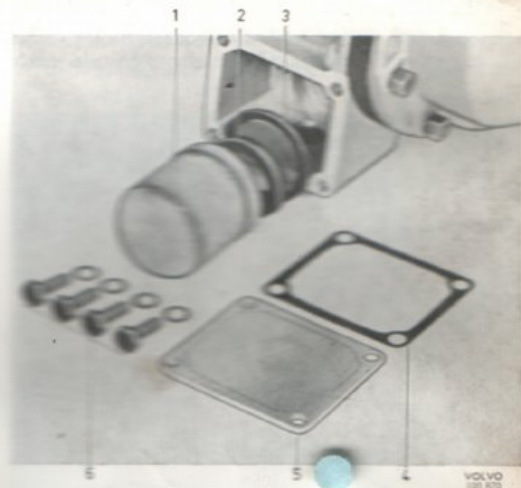

Bild 9. Demontering av oljesil
1. Tag bort locket (5). Tag ut oljesilen (1) och magnetsatsen (2), se bild 9. Rengör oljesilen i bensin eller tvättolja. Blås torrt med tryckluft.
2. Kontrollera att packningen (3) är i gott skick. Vänd den stålklädda sidan mot huset och placera packningen på sin plats.